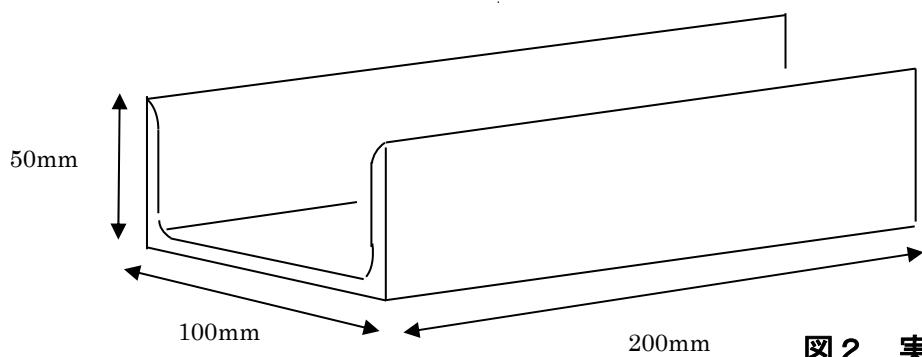

図 2 実技材台の形状
- (6) 溶接による変形は、逆ひずみ法によって防ぐものとする。
- (7) エンドタブは使用禁止とする。又、捨て金を使用して連続溶接を行ってはならない。
- (8) 実技作業材台は、主催者が準備したものを使用すること（3シートの図2を参照）。
- (9) 練習材は、作業台に準備されている実技作業材台を使用し、練習を行ってもよい。
- (10) 溶接は、タック溶接（仮付）部を除いて片面溶接とし、裏面から溶接をしてはならない。
- (11) 溶接方向は、左進、右進又はそれらの混用のいずれでもよい。ただし、1パス中の混用は認めない。
- (12) 溶接層数及びパス数は自由とする。
- (13) 溶接中及び溶接後において、変形の矯正は禁止する。
- (14) たがねは、スラグやスパッタを取るために使用するのはよいが、溶接金属をはつり取る目的で使用してはならない。